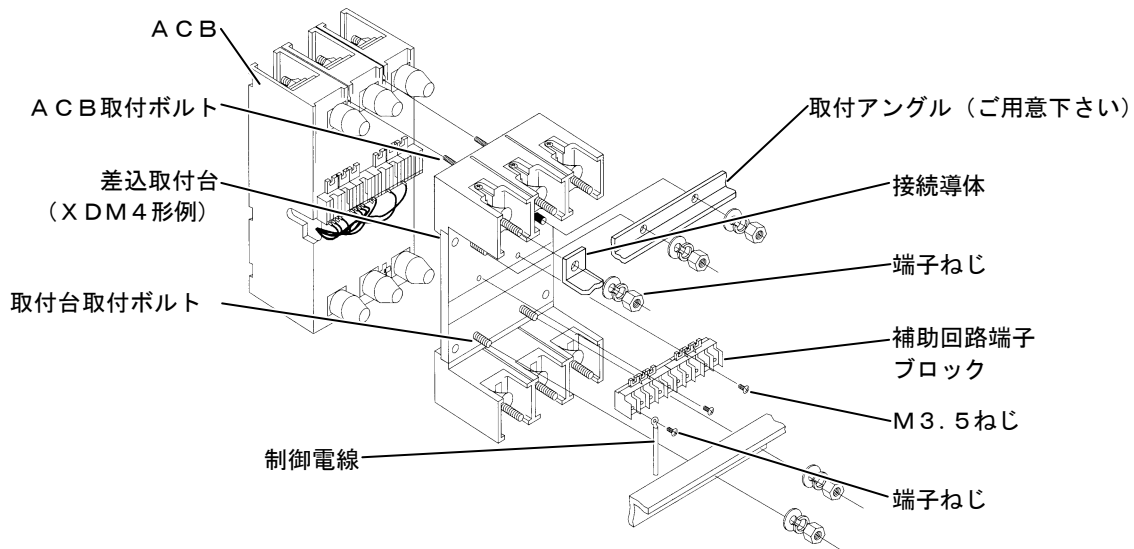

図3 取付・接続 (AME 4 B 形例)
①着脱を行う前に、必ずACBをOFFまたはトリップ状態にする。
②ACB取付穴（フクロナット付4ヶ所）を取付台のACB取付ボルトにはめ込む。（図3ご参照下さい）
③ACB取付フクロナットを4ヶ所、順々に少しずつ送って堅固にACBを取付ける。特定のナットだけを集中的に締付けないで下さい。